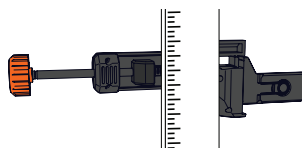

Figura 23
2. Coloque una varilla para rasante en la abertura de la parte trasera de la abrazadera. (Figura 23)